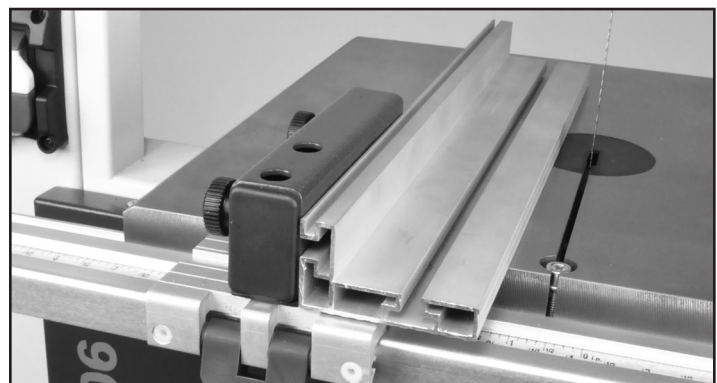

FIGURE 33
3. Tournez la butée de 180° et abaissez-la dans sa position horizontale et puis faites-la glisser à nouveau sur le porte-guide. La partie étroite en avant de la butée est fendue pour se monter sur la barre du châssis. FIG. 33.